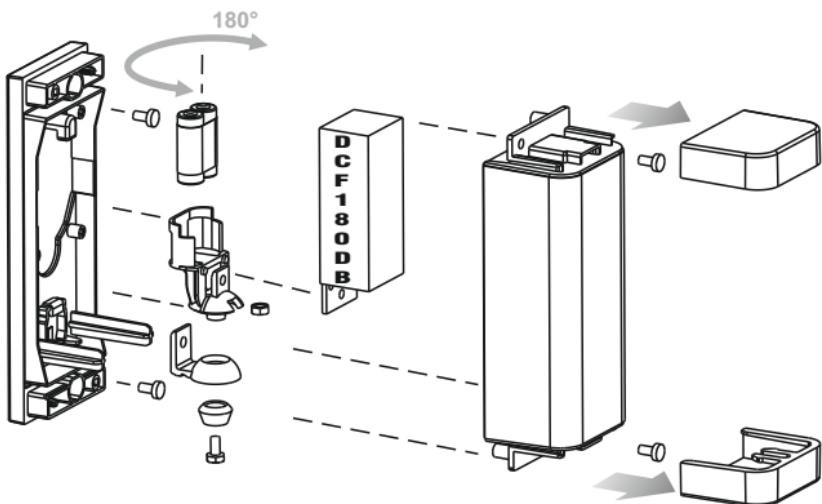

FIG. 1
Fissare la fotocellula ed effettuare i collegamenti come in **Fig. 1 (RX)** **Fig. 2 (TX)**.
Fix the photocells and make connections as shown in **Fig. 1 (RX)** **Fig. 2 (TX)**. Cover the photocell with the front part and secure with the screws provided. Pass across the photocell range several times, to check relay response.
Fixer la cellule photoélectrique et effectuer les branchements comme indiqué sur la Fig. 1 (RX) Fig. 2 (TX). Couvrir la cellule photoélectrique à l'aide du panneau avant et fixer ce dernier à l'aide des vis fournies en équipement. Couper le rayon plusieurs fois et contrôler la bonne réponse du relais.